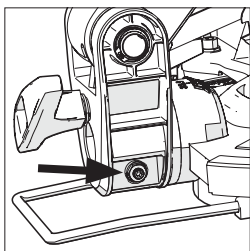

Fig. 11
- Utilizzare una chiave esagonale per intervenire in avanti e indietro sulla vite di regolazione in base alle esigenze (**Fig. 11**).